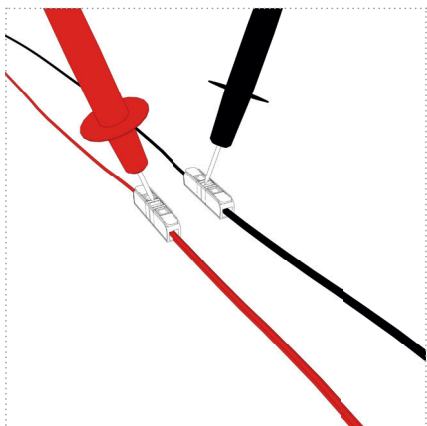

Abbildung: 20
5. Stecken/drehen Sie die Sicherung des Stromkreises der UV-Einheit wieder ein und überprüfen sie auf die korrekte Netzspannung an den Prüfföffnungen der Verbindungsklemmen (*Abbildung 20*).